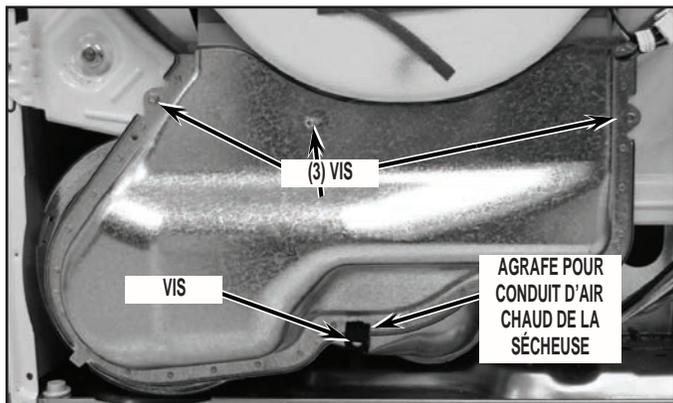

FIGURE 13
16. Ôter le conduit d'air chaud de la sécheuse : ôter d'abord les quatre (4) vis de fixation et l'agrafe identifiées à la Figure 13.